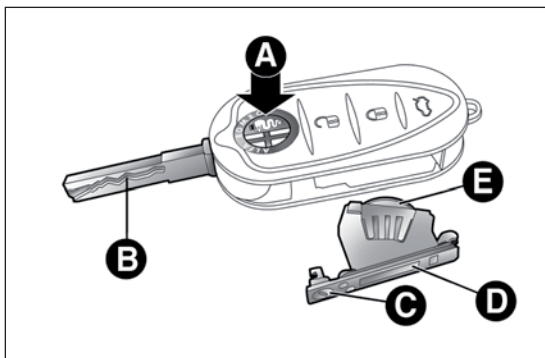

РИС. 18
- нажмите кнопку А РИС. 18 и приведите металлическое жало В в положение открытия; поверните винт С на  с помощью тонкой отвертки;